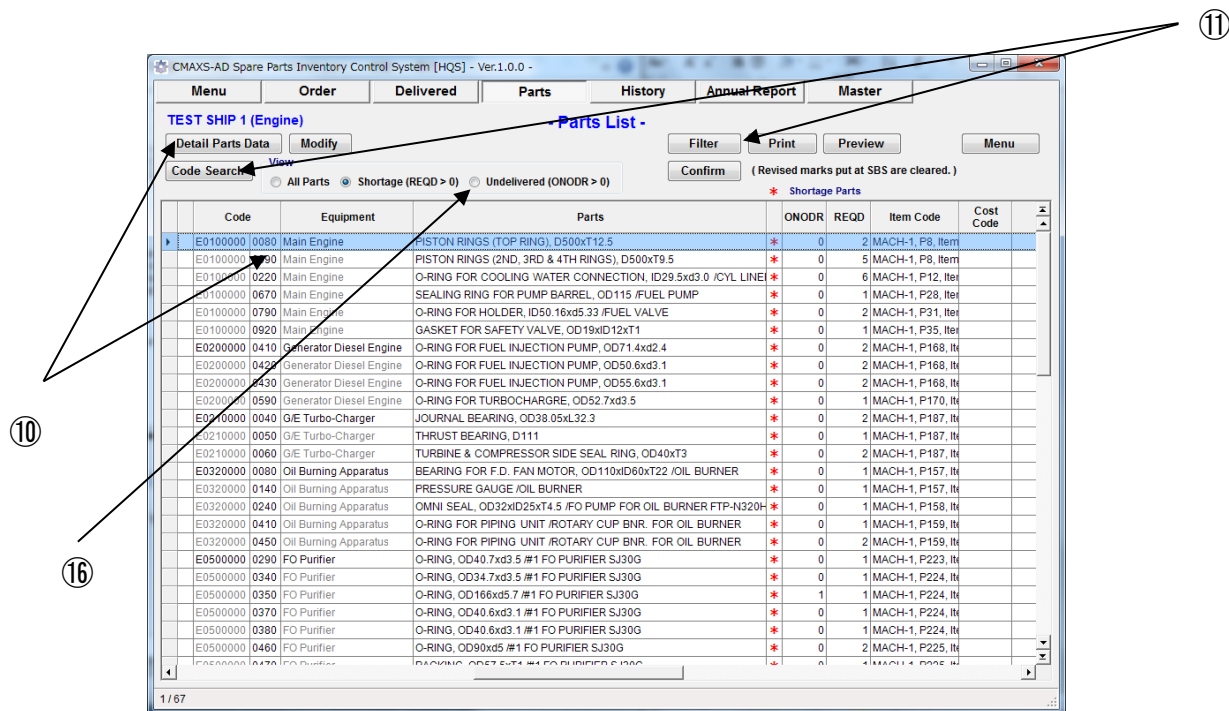

図.12-4 Parts List (Shortage)画面
- (9) “Parts (Shortage) 画面”(図 12-4) が表示され、在庫不足になっている全部品が表示されます。